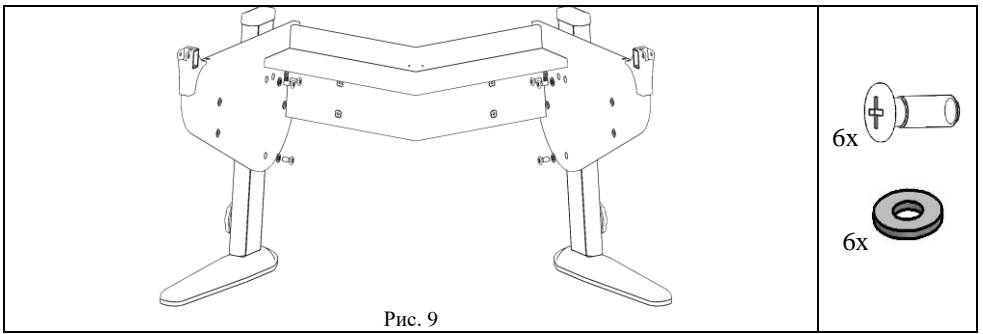

Рис. 9
5.3.3 Ввернуть и затянуть винт М8х20 (поз. 7, пакет № 157а) через шайбу (поз.9, пакет №157а) в стойки левую и правую согласно рис. 9.